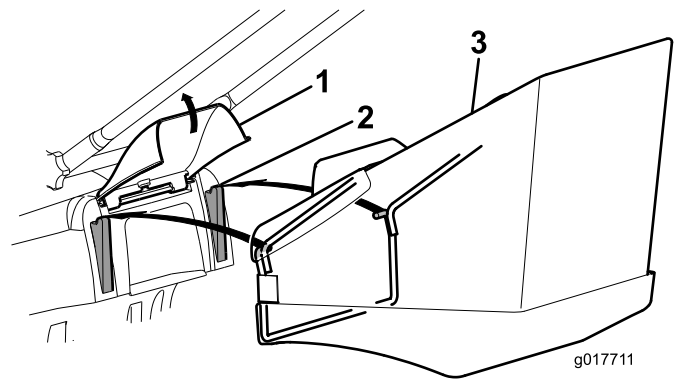

Bild 14
1. Öffnen Sie die Heckklappe, entfernen Sie den Mulchverschluss (Bild 15) und setzen Sie den Fangkorb auf die Niete (Bild 14).